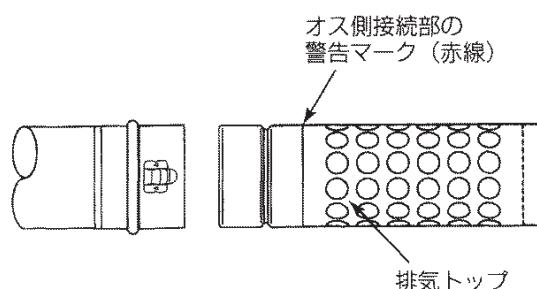

図 6
- 2) 排気トップとKPパイプの接続は、オス側接続部の警告マーク（赤線）のところまで、十分に差し込んでください。図6を参照してください。確実に接続されると「カチット」音がします。
- KPパイプを接続する時は、オス側接続部の警告マーク（赤線）のところまで、十分に差し込んでください。確実に接続されると「カチット」音がします。図6を参照してください。